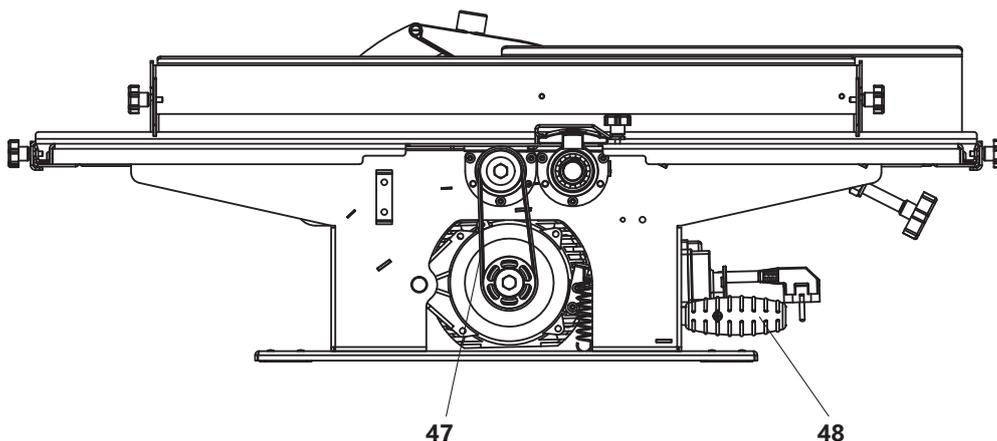

Рисунок 12. Установка приводного ремня
8.3 Замена приводного ремня (рис.12)